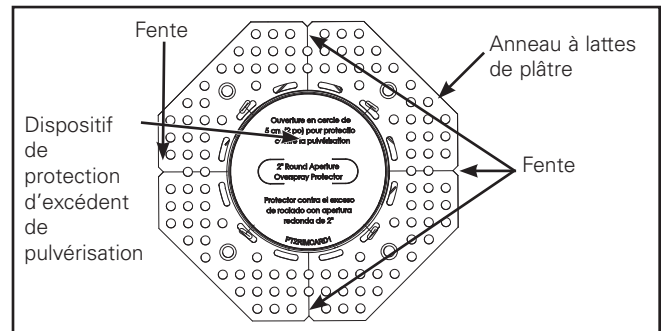

Figure 1.
5. Localiser les encoches sur le rebord extérieur de la bague de rotation (voir figure 1).